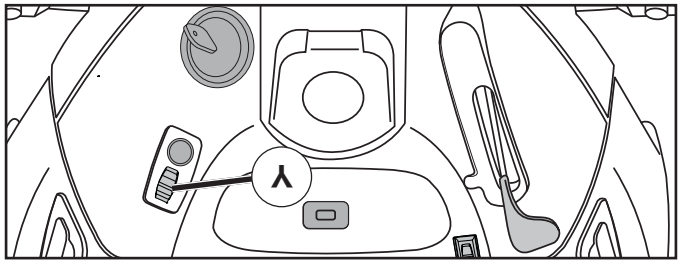

Fig. 8
DIFERENCIAL (Y) (Ver la Fig. 8)